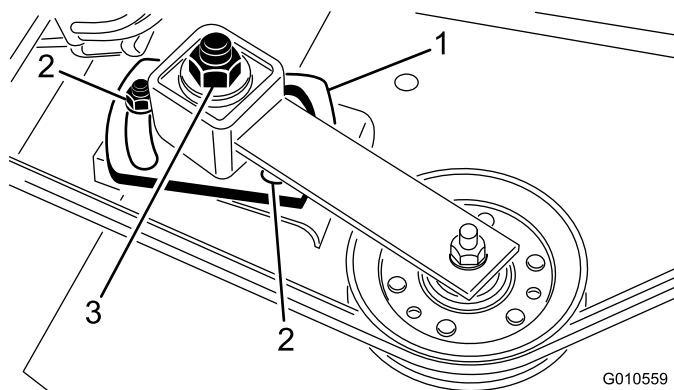

Figura 30
5. Usando una llave dinamométrica con llave de tubo, apriete la tuerca de ajuste de la polea tensora a 47–54 Nm (Figura 30).